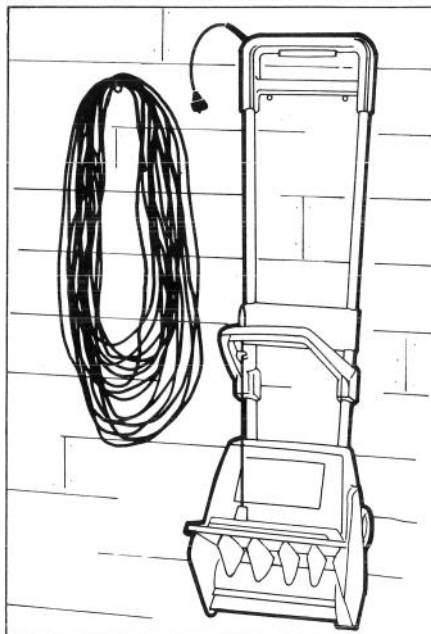

Figure 9
8. Retirez la clé du contact et débranchez le cordon de rallonge une fois que vous avez fini d'utiliser la déneigeuse. Gardez la clé dans un endroit où vous la retrouverez facilement. Placez les ailettes à la verticale et suspendez la déneigeuse par la garde du commutateur pour l'entreposage, et pour ne pas endommager le commutateur (Fig. 9). Accrochez le cordon de rallonge près de la déneigeuse pour éviter qu'il ne devienne égaré ou possiblement endommagé (Fig. 9).